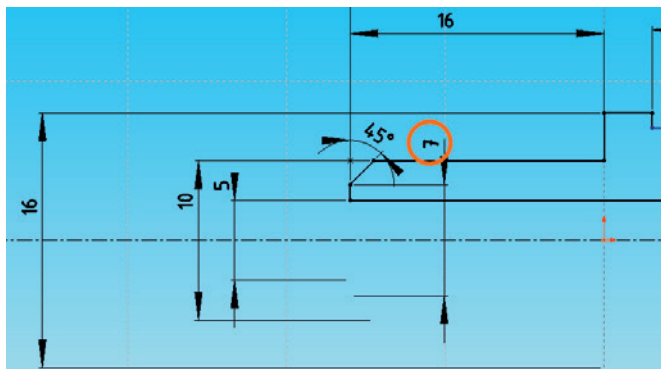

Bild 3.71: Die linke Seite, vollständig bemaßt
- Löschen Sie das Maß *1 mm* der Fase und bemaßen Sie die untere Ecke stattdessen über die **Mittellinie** mit einem Durchmesser von **7 mm** (Bild 3.71, Kreis).